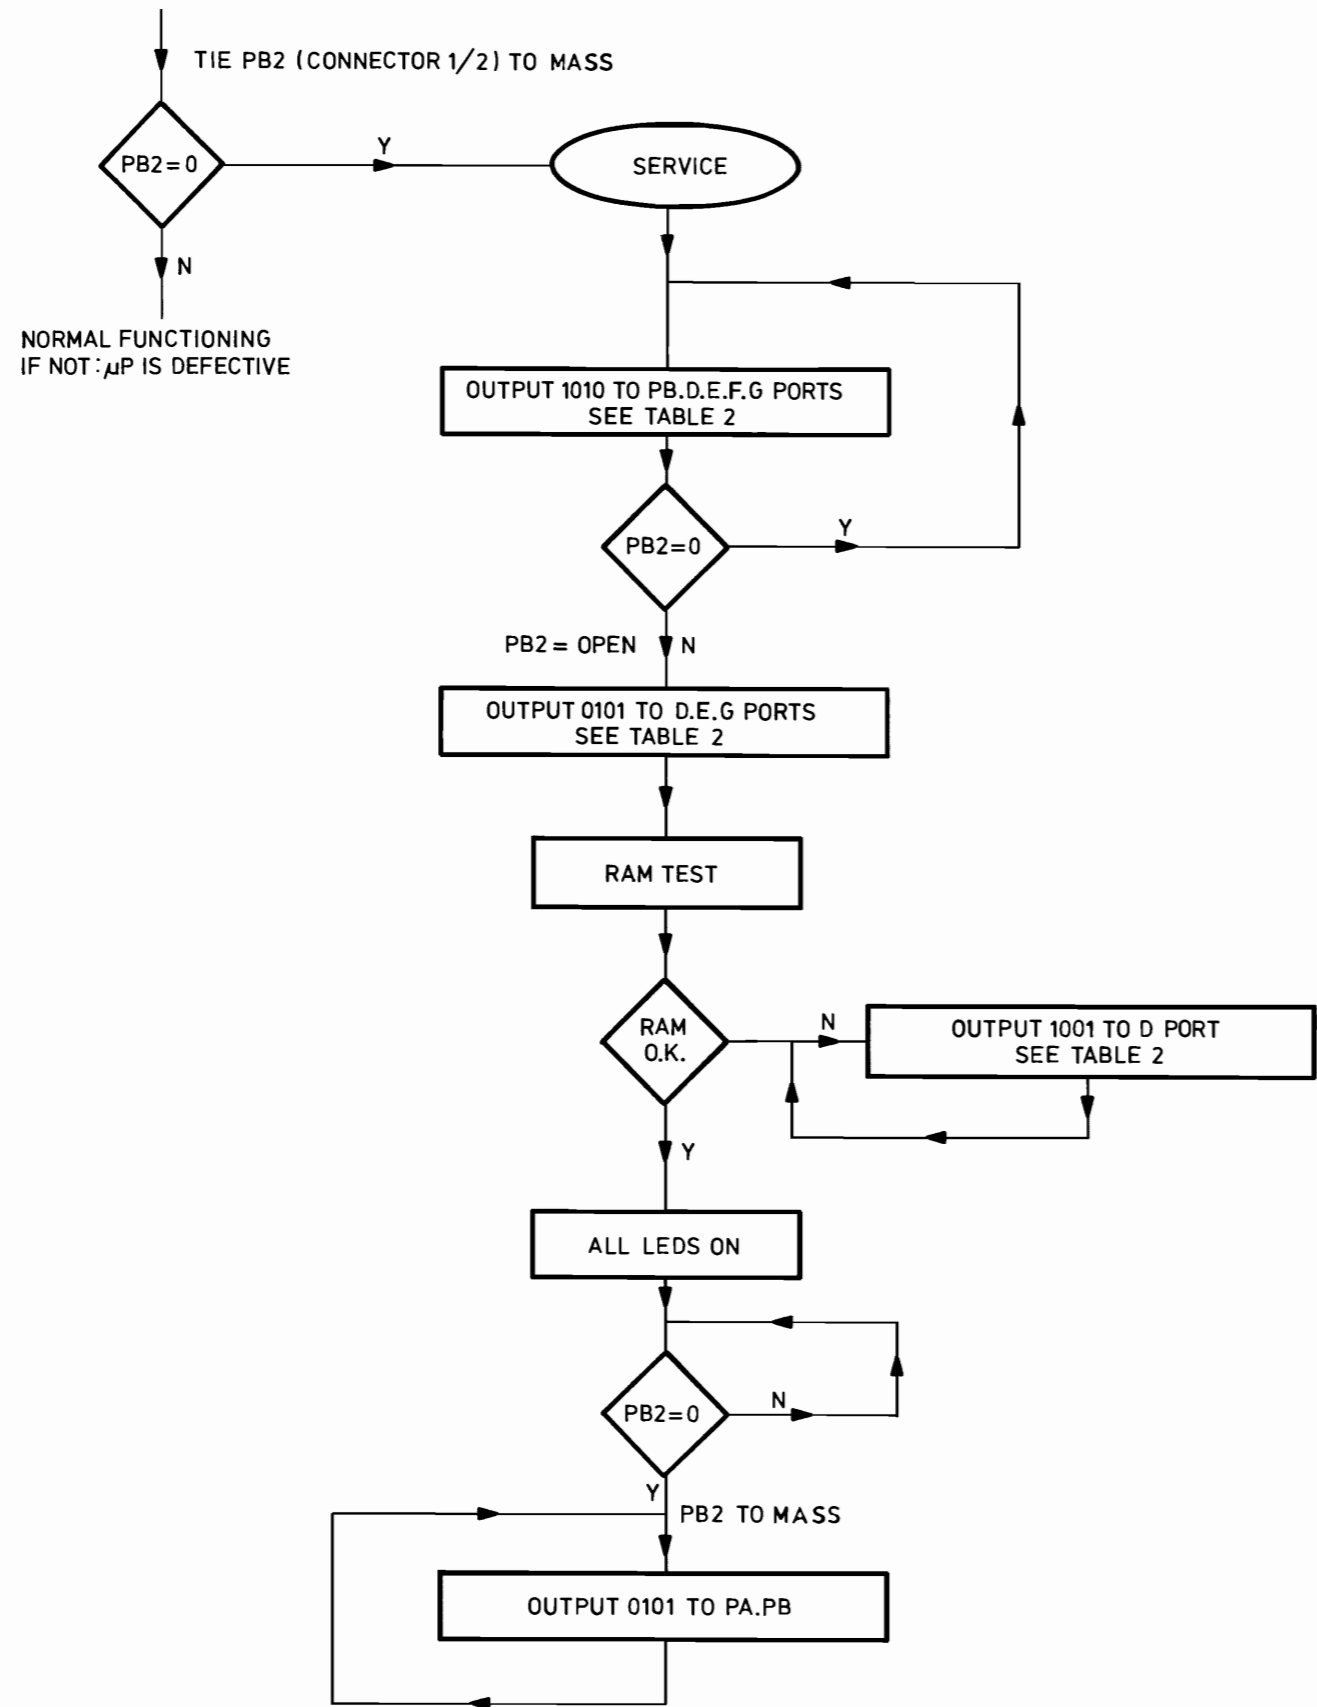

Fig. 4
- Nadat de On/Off knop is bediend zal de 2e μ P in het service testprogramma komen. Voor meer details zie het Flow Chart van de 2e μ P testprogramma (Fig. 4). Eerst geeft de LCD-display 87,5 MHz aan (of laatste zenderkeuze). Neem daarna connector 1/2 vrij van massa. Nu zullen alle LED's oplichten. Verbindt daarna connector 1/2 met massa. In het 2e service testprogramma kunnen diverse pennen van de 2e μ P gecontroleerd worden met een elektronische voltmeter. De gemeten waarden moeten dan overeenstemmen met de waarden in tabel 2. Als er geen LED indicatie is, moet de uitgang van poort D gemeten worden.
- Après avoir agi sur le bouton On/Off (marche/arrêt), le second μ P sera mis au programme de test service. Pour plus de détails, consulter l'organigramme du programme de test du 2ème μ P (Fig. 4). Au départ, l'affichage à LCD donne 87,5 MHz (ou bien le dernier des émetteurs qui avait été choisi). Dégager ensuite le connecteur 1/2 de la masse. Les LED s'allumeront. Relier ensuite le connecteur 1/2 à la masse. Au programme de test du 2ème μ P on peut vérifier quelques broches à l'aide d'un voltmètre électronique. Les valeurs mesurées doivent à peu près correspondre aux valeurs reprises à la table 2. S'il n'y a pas d'indication par LED, il faudra mesurer la sortie par la porte D.
- Nachdem der On/Off-Knopf betätigt worden ist, wird der 2. μ P in das Serviceprüfprogramm gelangen. Nähere Einzelheiten siehe das Flussdiagramm des 2. μ P-Prüfprogramms (Bild 4). Zunächst zeigt die Flüssigkristallanzeige 87,5 MHz (oder letzte Senderwahl) an. Dann Konn. 1/2 von Masse trennen. Nun werden alle Leuchtdioden aufleuchten. Anschliessend Konn. 1/2 an Masse legen. Im 2. Serviceprüfprogramm können diverse Stifte mit einem elektronischen Voltmeter kontrolliert werden. Die gemessenen Werte müssen dann mit den in Tabelle 2 aufgeführten Werten übereinstimmen. Wenn keine LED-Anzeige vorliegt, muss der Ausgang von Tor D gemessen werden.